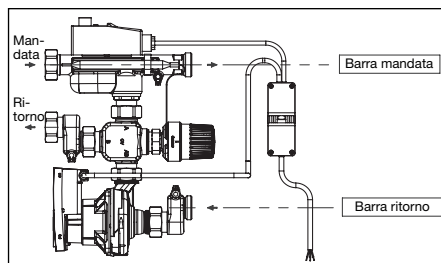

Fig. 6.2 Direzione del flusso
- La mandata del Gruppo di regolazione è sempre situata in **alto**. Il ritorno del Gruppo di regolazione è situato sempre in **basso**. Tenere presente ciò all'atto del montaggio del collettore (vedi Fig. 6.2)!